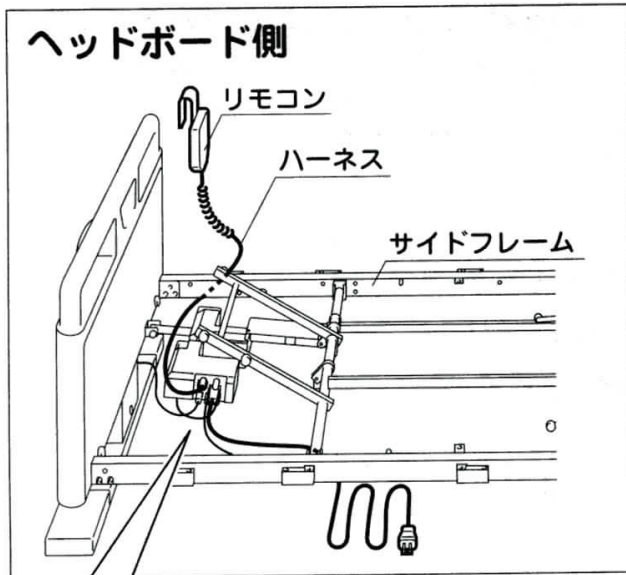

図7
- (7) リモコンのハーネスはサイドフレームの下を通す。図7